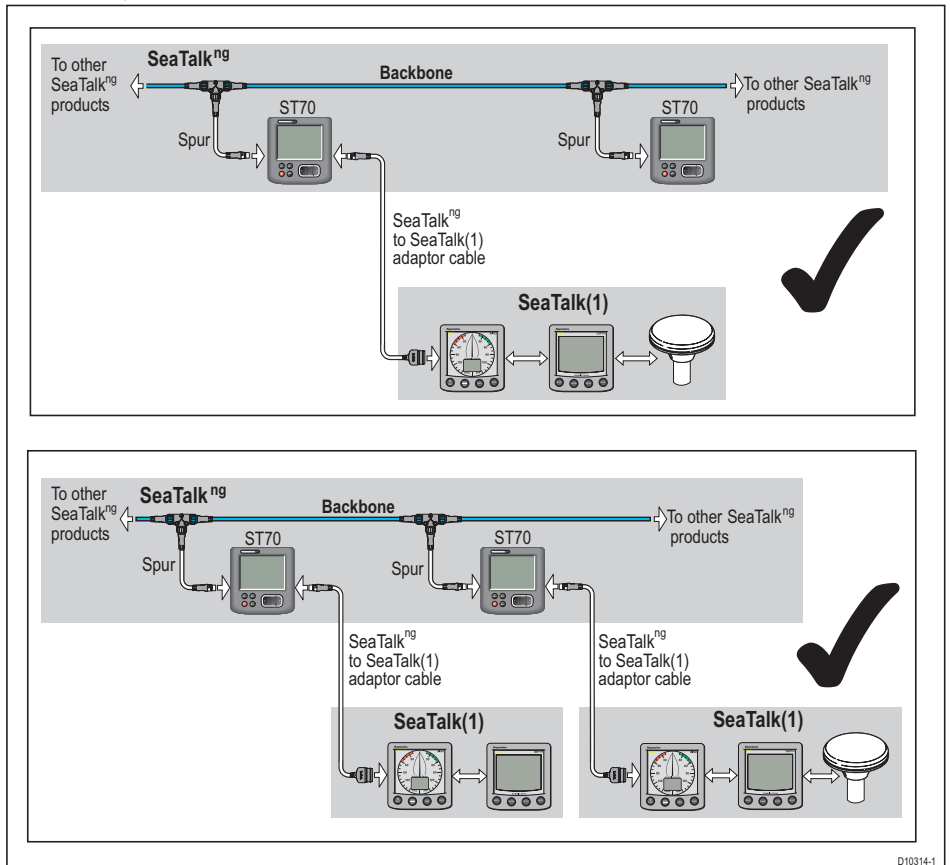
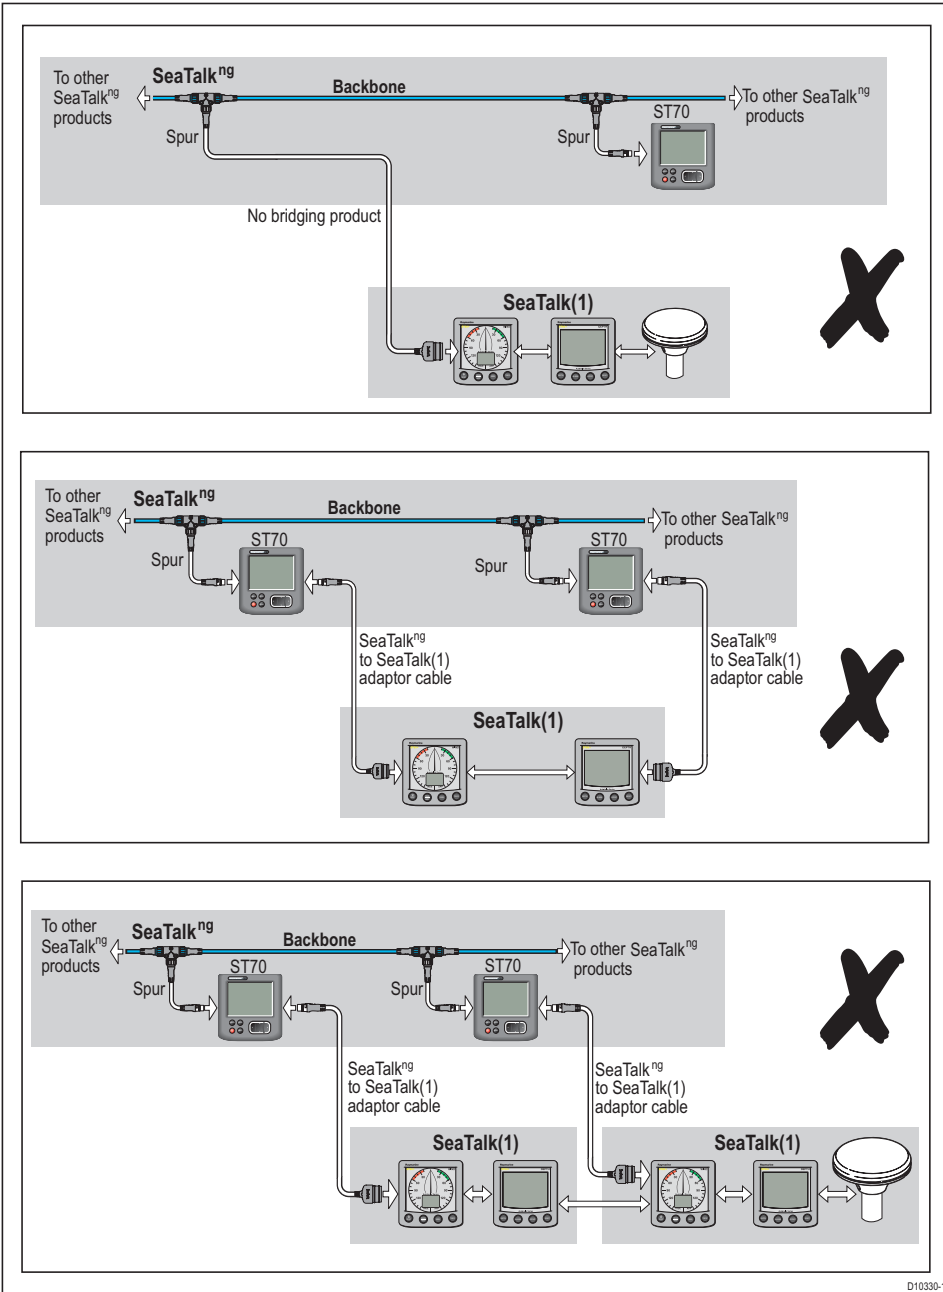

図1-3 SeaTalkng / SeaTalk (1) 許容シナリオ
Figure 1-4 SeaTalk^{ng}/SeaTalk(1) unacceptable scenarios
- 1本のSeaTalk (1) ネットワークを1本のアダプタケーブルと1本のブリッジ製品 (ST70機器など) を使ってSeaTalkngに接続できます。
- 異なるアダプタケーブルとブリッジ製品 (例: ST70機器) を使用して、2つの別々のSeaTalk (1) ネットワークをSeaTalkngに接続できますが、2つのSeaTalk (1) ネットワークを一緒に接続しないでください。
受け入れ可能および受け入れられないSeaTalkng / SeaTalk (1) シナリオの要約をそれぞれ図1-3および図1-4に示します。